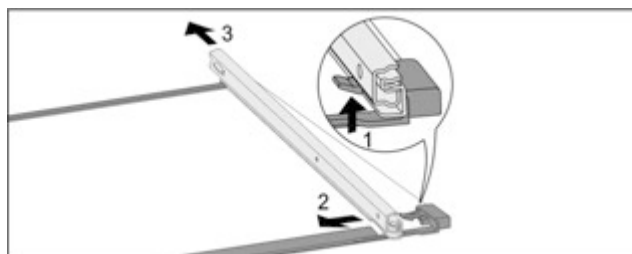

Fig. 77 Скляна пластина з рейками
- ▶ Натиснути передній гачок-фіксатор вгору. Fig. 77 (1)
- ▶ Виштовхніть виїзну рейку в сторону Fig. 77 (2) та назад Fig. 77 (3).